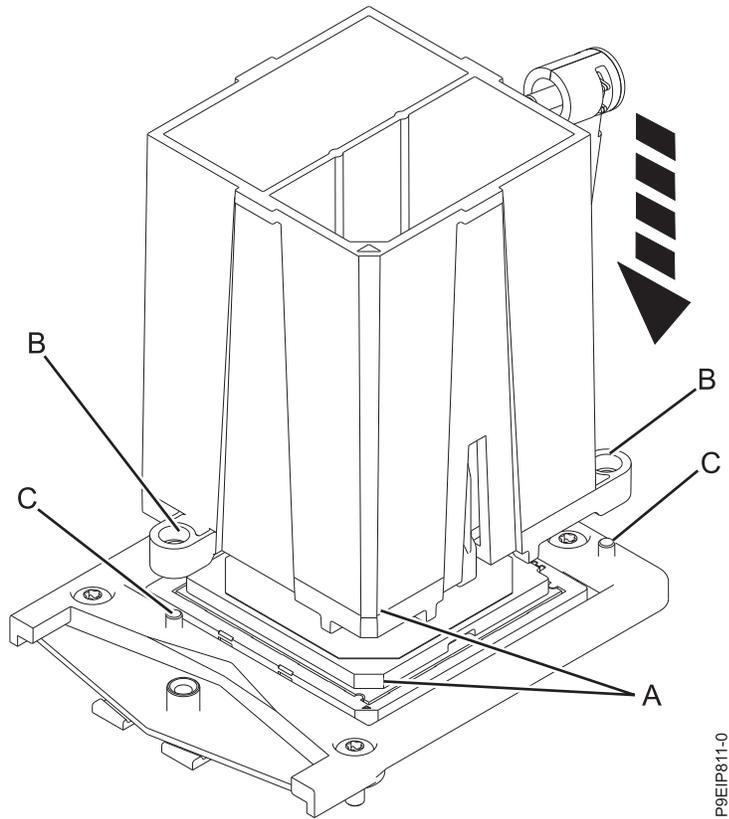

図 73. システム・プロセッサ・モジュールの取り付け
12. ツールとシステム・プロセッサ・モジュールを下げて、ソケットに乗せます。ツールの斜めになっている隅 (A) をソケットの斜めになっている隅に位置合わせします (69 ページの図 73 を参照)。2 つのガイド・ピン (C) をツールの両側にある位置合わせ穴 (B) に差し込みます。傾けないように注意して、ツールを水平に下ろします。システム・プロセッサ・モジュールがソケットに触れている間は、ツールとシステム・プロセッサ・モジュールをいずれの方向にもスライドさせないでください。ツールとシステム・プロセッサ・モジュールがガイド・ピンの位置に正しく合わされていない場合は、ツールとシステム・プロセッサ・モジュールを持ち上げて、位置を変更します。